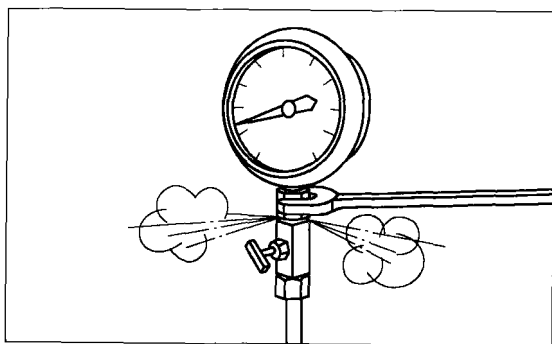

图 1-5 松开压力表接头，排出空气
③ 为正确使用燃油系统的仪表，在发动机运转时，不要松开真空表接头。否则会使空气进入燃油系统，从而造成发动机运行艰难或失速。为确保压力表读数正确，读数前应排出压力表管路中的空气，图 1-5 为松开压力表接头，排出空气。